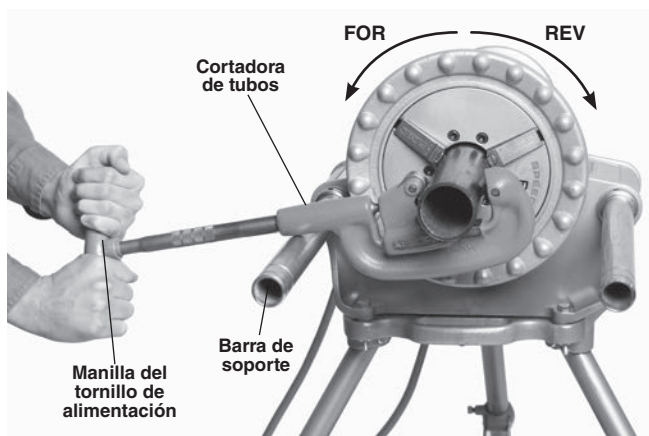

Figura 15 – Corte de un tubo con una cortadora manual; rotación de la máquina (la cortadora debe mantenerse en contacto con la barra de soporte)
- Mueva el conmutador REV/OFF/FOR a la posición FOR. Oprima y suelte el interruptor de pie. El mandril debe girar a la izquierda cuando se observa desde el extremo que tiene las barras de soporte. *Vea la Figura 15.* Repita el proceso con el conmutador en posición REV; el mandril debe girar a la derecha. Si la roscadora no gira en el sentido correcto, o si el interruptor de pie no controla el funcionamiento de la máquina, no utilice la máquina hasta que se haya reparado.
Extraiga el carro 311 antes de usar el accionamiento motorizado 300 con herramientas manuales para cortar, escariar o roscar tubos. Asegure que la barra de soporte del lado del conmutador esté completamente desplegada más allá del frente del accionamiento motorizado (Figura 15).
1. Para abrir la cortadora, gire el tornillo de alimentación a la izquierda. Coloque la cortadora con el lado abierto orientado hacia arriba, como se muestra en la Figura 15. La rueda de corte debe estar alineada con la marca en el tubo. Si corta tubos roscados o partes dañadas de un tubo, se puede dañar la rueda de corte.